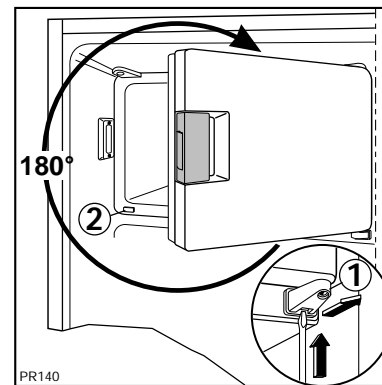

Abb. 10
Mit Hilfe eines Schraubenziehers den Scharnierträger (1) lösen. Dazu auf die innere Feder drücken (Abb. 10) und den Scharnierträger gemeinsam mit